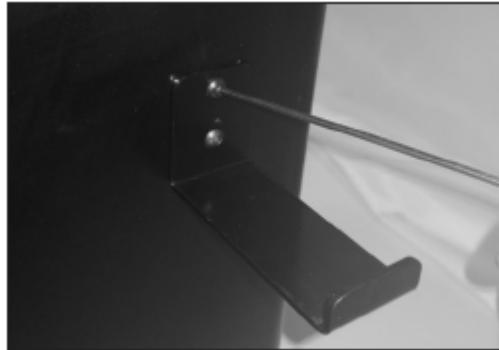

Рис. 3
1. Установить оба крюка параллельного упора (рис. 3, А) с правой стороны тумбы с помощью двух винтов M4 x 8 на каждый крюк.